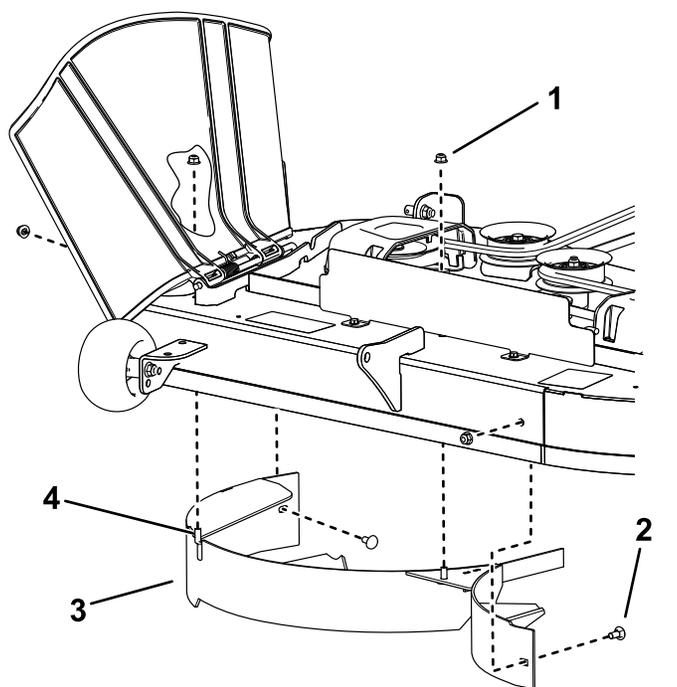

Рисунок 12
4. Отверните 2 контргайки (5/16 дюйма) с приваренных стержней дефлектора (Рисунок 12).
5. Отверните 2 каретных болта с 2 контргайками, которые крепят дефлектор к деке, и снимите дефлектор (Рисунок 12).
6. Найдите 2 болта в наборе отдельных деталей и используйте имеющиеся контргайки, чтобы установить эти крепежные детали в отверстия, используемые для приваренных стержней (Рисунок 12), для предотвращения выброса мусора.